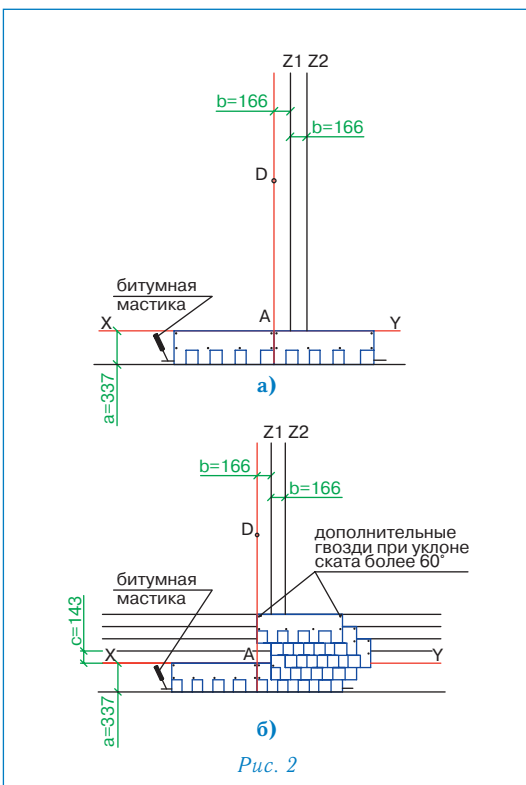

Рис. 2
### Укладка материала (рис. 2)
- первый ряд черепицы укладывается от линии AD (рис. 2а);
- второй ряд укладывается от линии Z1 (со смещением 16,6 см от AD) (рис. 2б);
- третий ряд укладывается от линии Z2 (со смещением 16,6 см от Z1) (рис. 2б);
- четвертый ряд — от линии Z1 (рис. 2б);
- пятый ряд — от линии AD (рис. 2б);
Каждый лист черепицы МАСТЕР J крепится 4 гвоздями таким образом, чтобы гвоздь прошивал и верхний край нижележащего листа черепицы МАСТЕР J (рис. 2а,б).